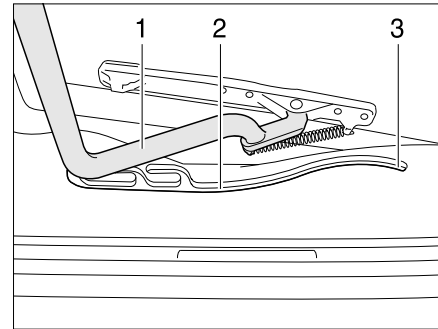

Bild 48 Heki-Dachhaube, Führung
- Den Bügel (Bild 48,1) in den Führungen (Bild 48,2) bis in die hinterste Position (Bild 48,3) ziehen.
- Den Bügel (Bild 48,1) mit beiden Händen leicht nach oben drücken.
- Den Bügel in den Führungen (Bild 48,2) bis zur gewünschten Stellung ziehen.